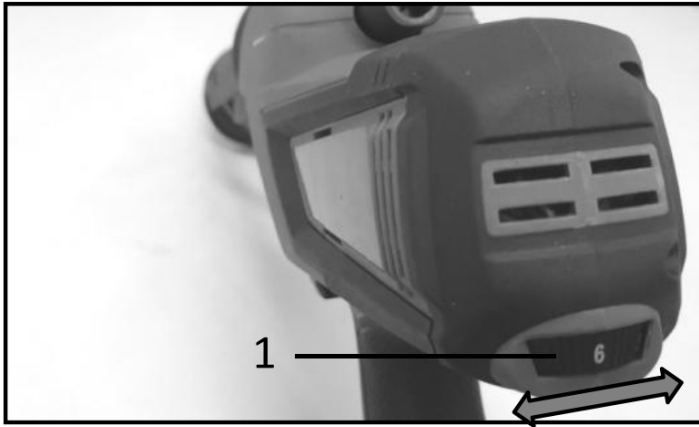

Рисунок 6. Регулювання швидкості.
Швидкість подачі герметика можна регулювати, повертаючи регулятор швидкості (1, рис. 6) праворуч або ліворуч.
5. Налаштувати необхідну швидкість подачі робочого матеріалу, обертаючи регулятор швидкості (1, рис. 6). Рекомендується визначити потрібну швидкість подачі дослідним шляхом, починаючи з мінімального значення «1».
4. Налаштувати необхідну швидкість подачі робочого матеріалу, обертаючи регулятор швидкості подачі (1, рис. 6). Рекомендується визначити потрібну швидкість подачі дослідним шляхом, починаючи з мінімального значення «1».